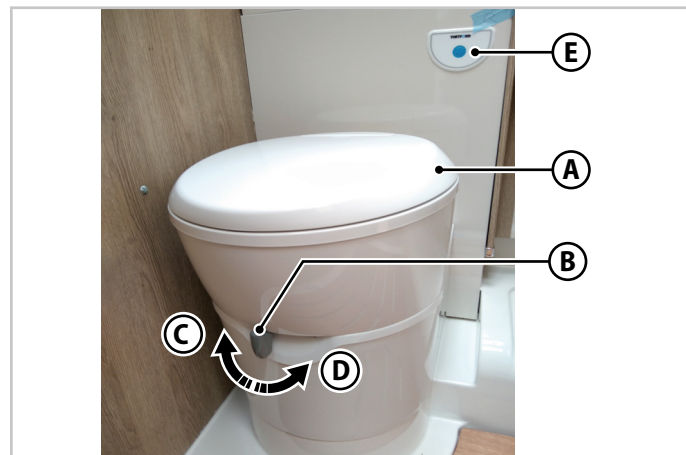

Fig.6.37 - Toalettpolning
Den övre delen av toaletten (**A**-Fig.6.37) kan rotera åt höger eller vänster för optimal användning av utrymmet.
1. Flytta spaken (**B**-Fig.6.37) till position (**C**-Fig.6.37) för att öppna avloppsluckan.
2. Håll ned knappen (**E**-Fig.6.37) under önskad tid.
3. Stäng avloppsluckan genom att flytta spaken till (**D**-Fig.6.37).
1. Kontrollera att spoldörren till toaletten är stängd: spaken (**B**-Fig.6.37) måste vara i position (**D**-Fig.6.37).